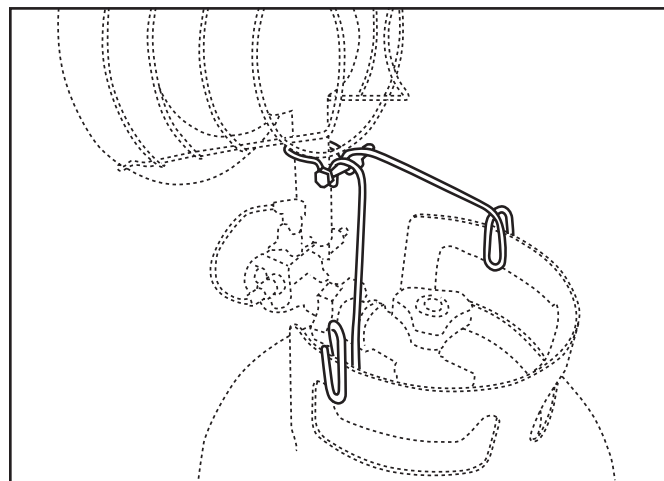

Figura 2b.
- Coloque el soporte del calentador alrededor del tubo venturi y deslice los extremos de sujeción sobre el anillo del cilindro de propano. Utilice un tornillo de 1/4"-20 x 35 mm con tuerca de mariposa para fijar el soporte del calentador al tubo venturi. (Consulte la Figura 2b)